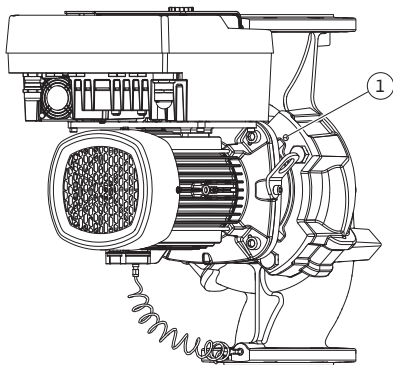

Fig. 10: Insteekset er via draadboringen af-drukken
5. Druk de insteekset (zie Fig. 4) van het pomphuis af. Al naar gelang het pomptype (zie Fig. I ... Fig. III) zijn er twee mogelijke benaderingen. Maak voor het pomptype (Fig. III) de schroeven (pos. 29) los. Gebruik de twee draadboringen (Fig. 10, pos. 1) die ernaast liggen en gebruik geschikte schroeven (niet inbegrepen, bijv. M10 x 25 mm). Gebruik voor het pomptype (Fig. I en Fig. II) de twee draadboringen M10 (Fig. 99). Gebruik hiervoor geschikte schroeven (niet inbegrepen, bijv. M10 x 20 mm). Voor het af-drukken kunnen ook de spleten (Fig. 99, pos. 2) worden gebruikt.